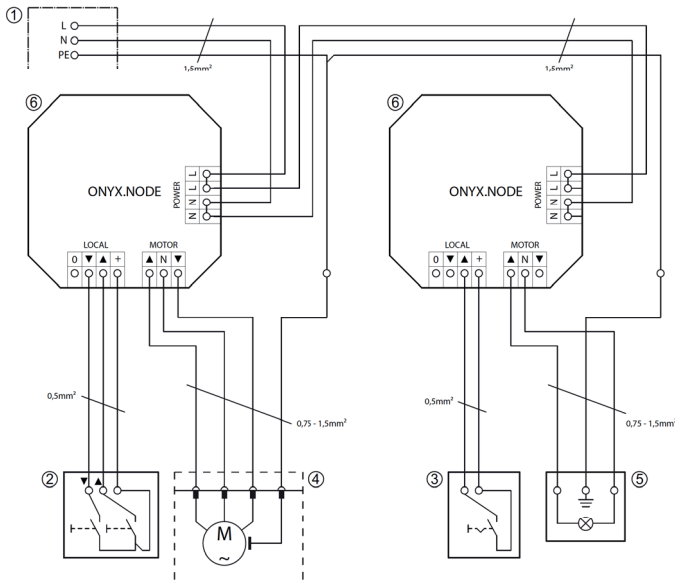

Abb. 2: Anschlussplan Jalousie-, Rollladen-, Markisenmotor, Beleuchtung
2. Schließen Sie die abisolierten Kabel ohne Endhülsen, wie in Abb.2 dargestellt, an.